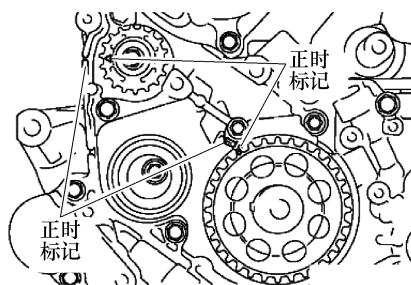

图 4-64 安装正时带
2) 在曲轴链轮 B 及平衡轴链轮上安装正时带 B。张紧一侧不允许有松弛, 如图 4-64 所示。